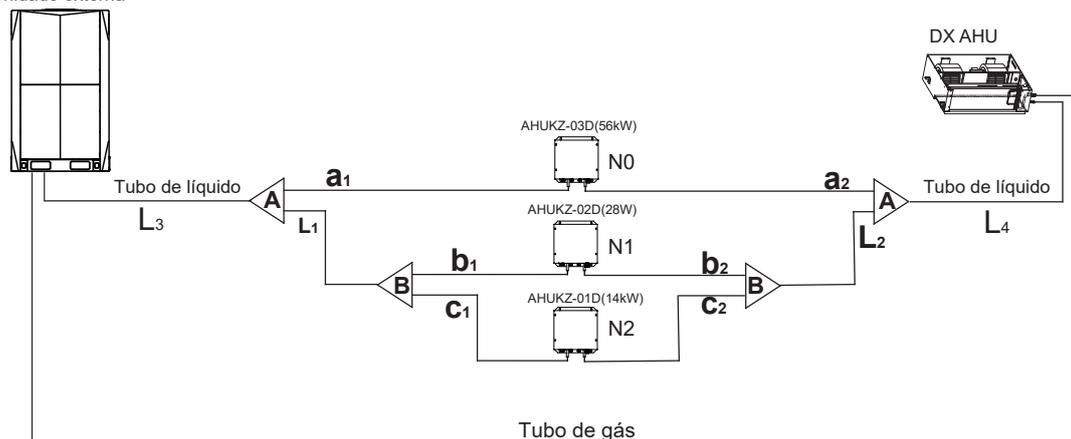

Figura 3-7
e.x.1: consulte a Figura 3-7; a capacidade da caixa de controlo a jusante para L₄ é 560+280+140=980, o tubo tem Φ19,1.